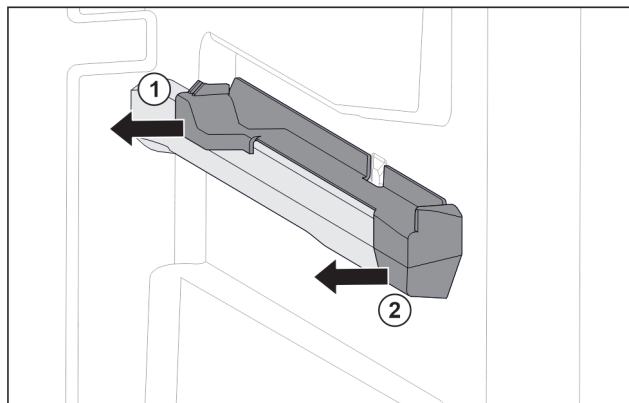

Fig. 101 Nasazovací díl na pravém žebrování na nádoby
- Stáhněte nasazovací díl vzadu na stranu. Fig. 101 (1)
- Stáhněte nasazovací díl vpředu na stranu. Fig. 101 (2)